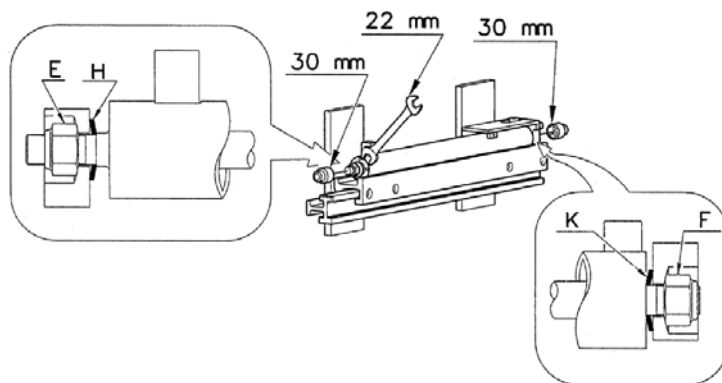

Fig.07
- a) Démontage des fourches extérieures, les ôter après avoir démonté l'écrou Pos. **F**, **Fig.07**.
- b) Dévisser l'écrou de fixation de la tige " E " (**Fig.07**) et actionner avec beaucoup de précaution la fermeture de la pince ; la tige rentre sans déplacer les fourches.
- c) Démonter les raccords du système hydraulique sur les cylindres et démonter l'écrou F (**Fig.07**) sur la partie terminale du carter cylindre ; et ôter le cylindre des attelages.